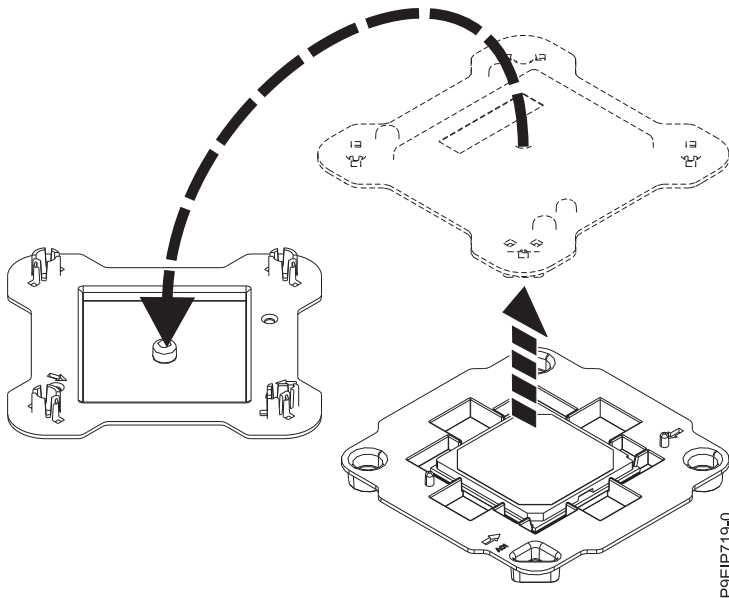

Figure 83. Ouverture de l'emballage du module de processeur système
2. Ouvrez l'emballage du nouveau module de processeur système et placez le couvercle à l'envers près du bac, comme illustré dans la figure 83. Le couvercle est utilisé pour le module de processeur système que vous remplacez.